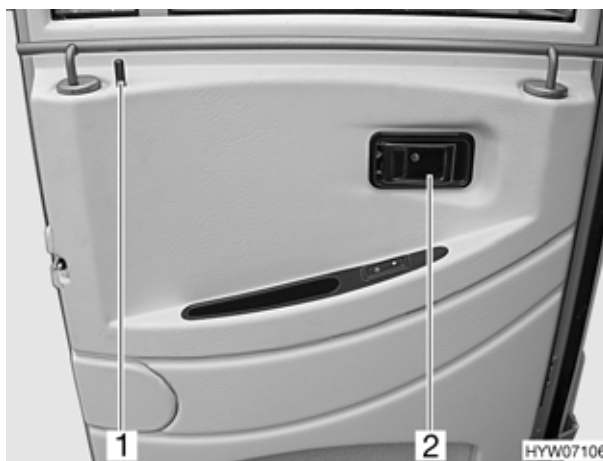

Fig. 26 Serratura della porta guidatore, lato interno
- Tirare la maniglia (Fig. 26,2). La serratura della porta si sblocca.
- Premere il bottone di sicurezza (Fig. 26,1) verso il basso